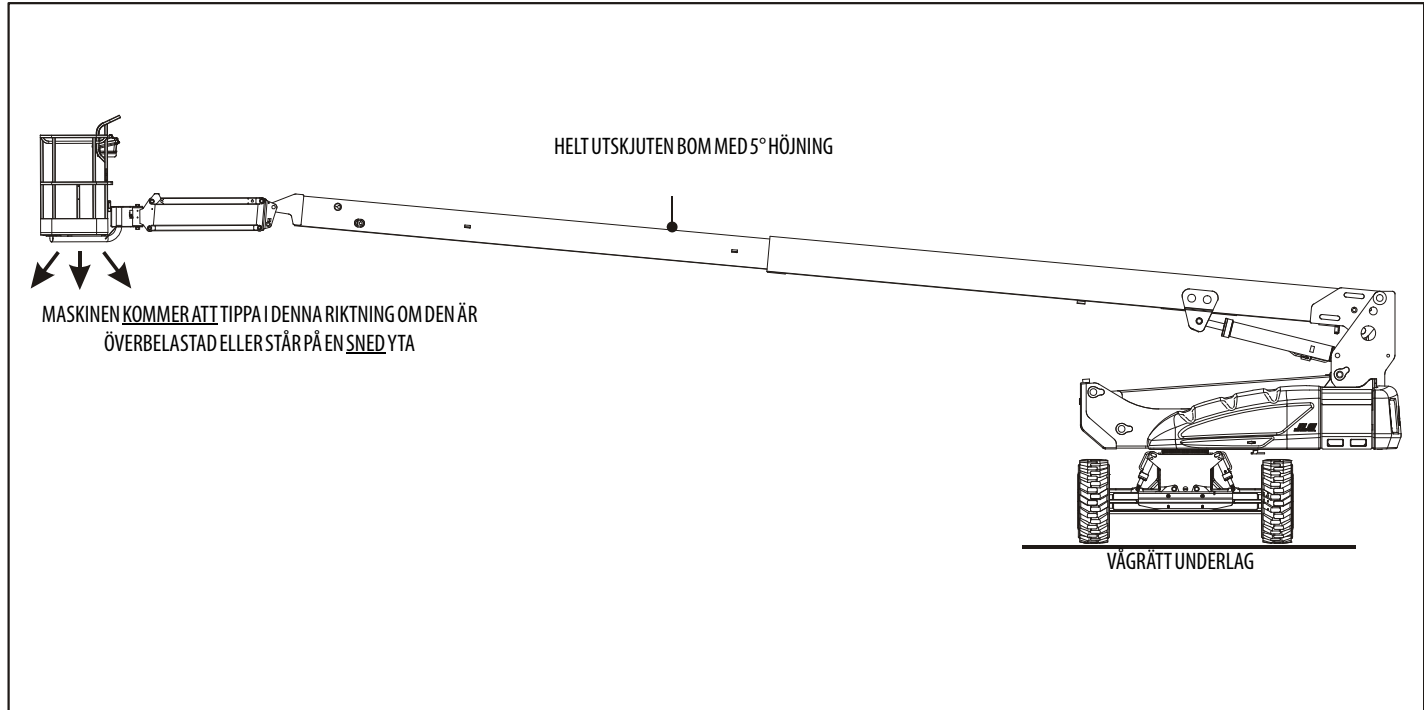
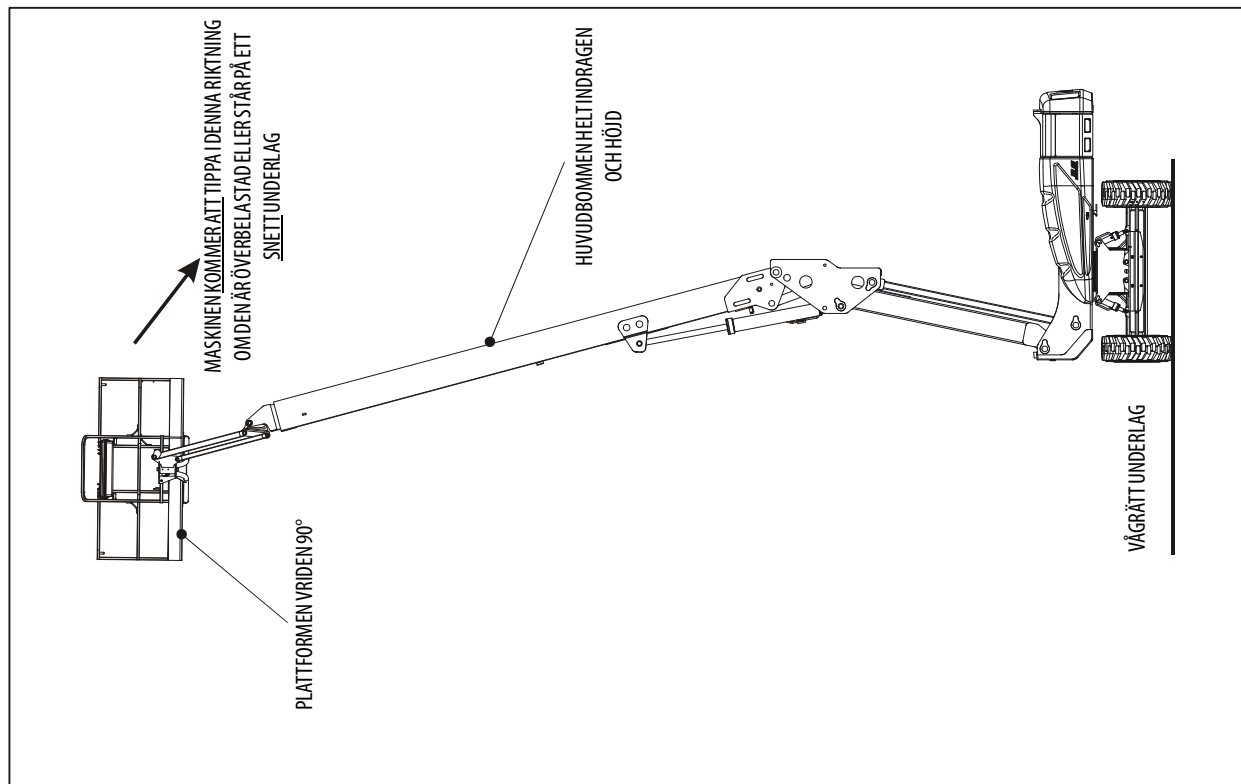

Fig. 4-1. Minsta stabilitet framåt
Fig. 4-2. Minsta stabilitet bakåt
Maskinens stabilitet baseras på två (2) villkor som kallas stabilitet FRAMÅT och BAKÅT. En maskin med minst stabilitet FRAMÅT visas i (Se Fig. 4-1.), och en maskin med minst stabilitet BAKÅT visas i (Se Fig. 4-2.)